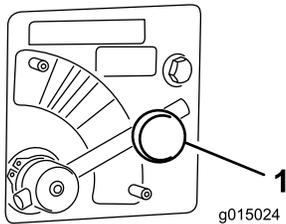

图33
1. 松开用于固定转盘阀控制杆的旋钮(图33)。
2. 转动甩盘阀控制杆，使其指向想要的颜色（图33）。
将转盘阀控制杆移到蓝色区域（最大速度）（图33）。控制杆已顺时针转到极限，此时控制杆应该处于水平位置。